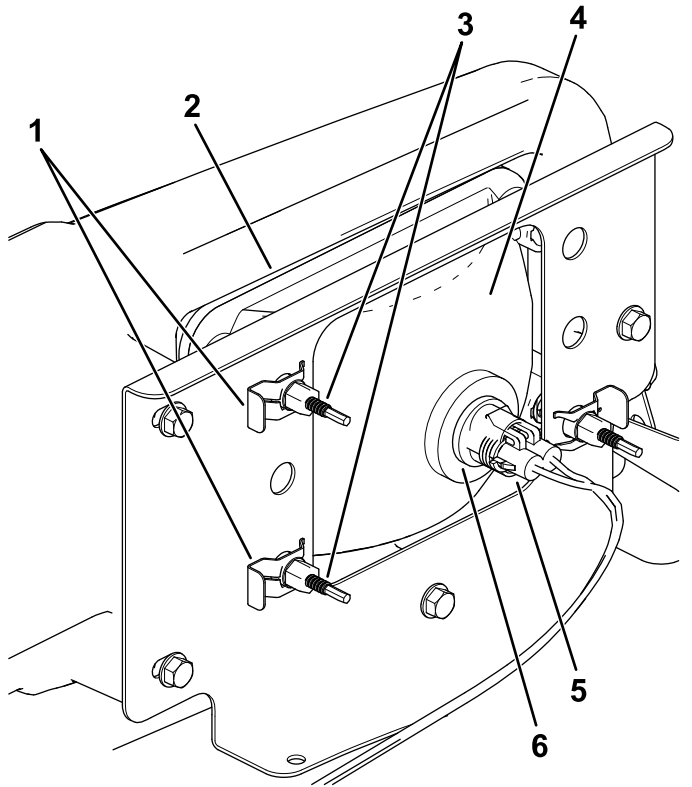

Figure 53
3. Débranchez le connecteur électrique de faisceau du connecteur du phare (Figure 53).
4. Déposez les clips rapides qui fixent le phare à son support (Figure 53).
5. Sortez le phare en le déplaçant vers l'avant à travers l'ouverture dans le pare-chocs avant (Figure 53).
6. Montez le phare neuf par l'ouverture dans le pare-chocs (Figure 53).
8. Branchez le connecteur électrique de faisceau sur le connecteur de l'ampoule (Figure 53).
5. Au dos du phare, tournez les vis de réglage (Figure 53) pour orienter le phare et aligner la position de son faisceau.